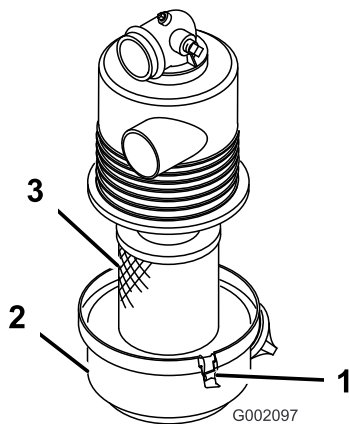

Figura 24
3. Abra los enganches que fijan la tapa del limpiador de aire a la carcasa del limpiador de aire. Separe la tapa de la carcasa. Limpie el interior de la tapa del limpiador de aire (Figura 24).
4. Retire suavemente el filtro de la carcasa del limpiador de aire para reducir la cantidad de polvo desplazado (Figura 24). Evite golpear el filtro contra la carcasa del limpiador de aire.